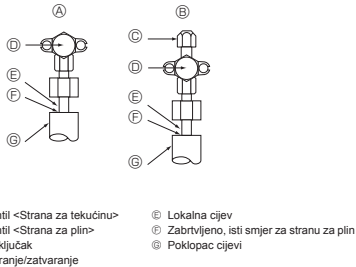

Fig. 5-4
5.4. Metoda ispitivanja nepropusnosti cijevi rashladnog sredstva (Fig. 5-4)